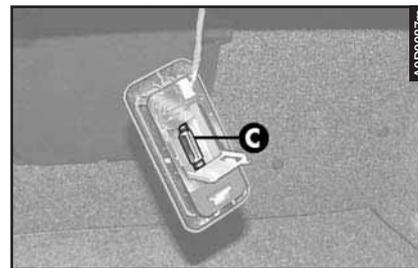

fig. 82
– Sfilare la lampada **(C-fig. 82)** inserita a pressione.